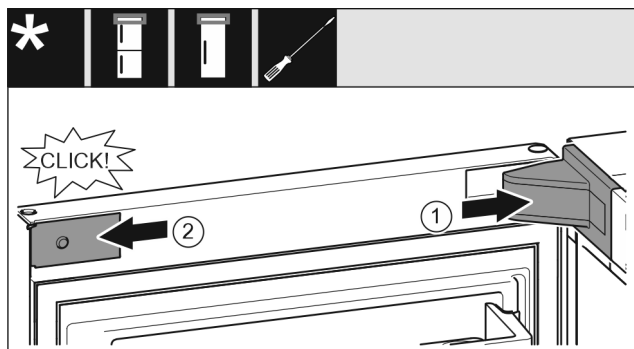

Fig. 23
- Poser et enclencher le cache du support de palier, l'introduire en appuyant délicatement. *Fig. 23 (1)*
- Mettre en place le cache latéralement et l'enclencher. *Fig. 23 (2)*